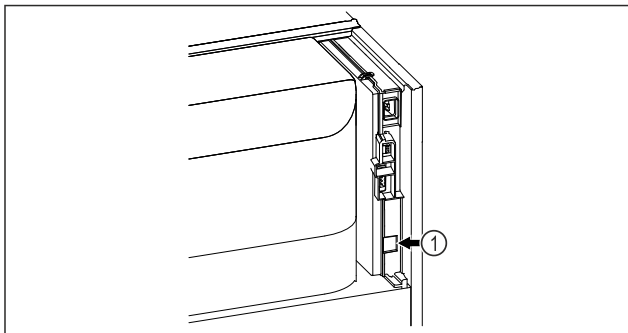

Fig. 83
- ☐ SmartModule Fig. 83 (1) is geplaatst.